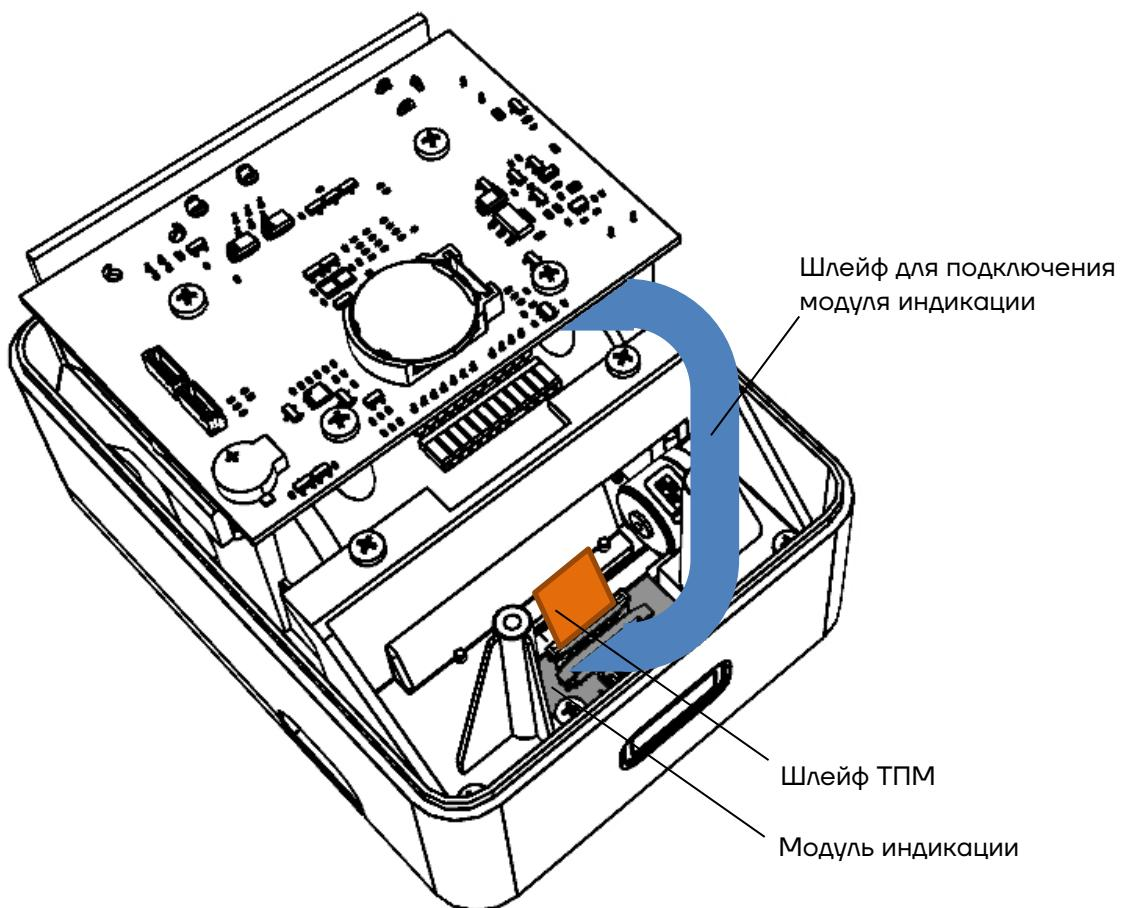

Рисунок 27. Расположение шлейфов ТПМ и БУ, подключённых к разъёмам модуля индикации и разъёму блока управления
- 2 Отключить от разъёма **ХТ1** блока управления шлейф модуля индикации (см. рисунок 27).